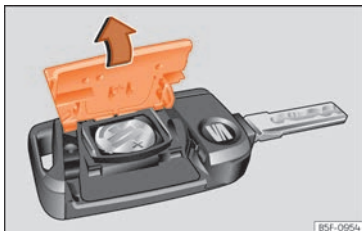

Fig. 70 Clé du véhicule : ouverture du cache du logement de la pile.
- Retirez le couvercle de la partie arrière de la clé du véhicule »» fig. 70 dans le sens de la flèche »» ❶.
- Placez le couvercle comme indiqué »» fig. 70, et appuyez-le sur le boîtier de la clé du véhicule dans le sens contraire de la flèche jusqu'à ce qu'il s'encastre.